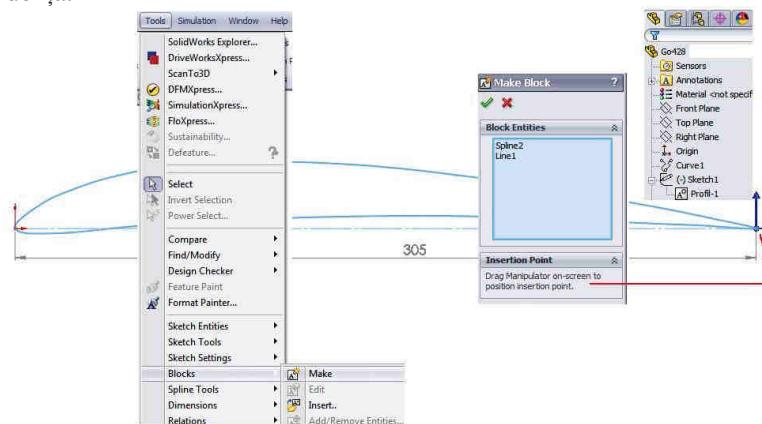

Fig. 16.5
- Click ; în **FeatureManager** va apărea o nouă entitate **Block1-1**, subordonată schiței curente **Sketch1**; aceasta se va redenumi **Profil**, fig. 16.5.
- Click ; the new feature, **Block1-1**, appears in the **FeatureManager** design tree, under current **Sketch1**; this will be renamed to **Profil**, fig. 16.5.